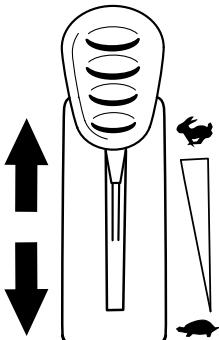

Figura 23
Potete spostare il comando dell'acceleratore tra le posizioni MASSIMA e MINIMA (Figura 23).
1. Tirate verso l'alto la manopola dello starter per avviarlo prima di utilizzare l'interruttore a chiave (Figura 23).